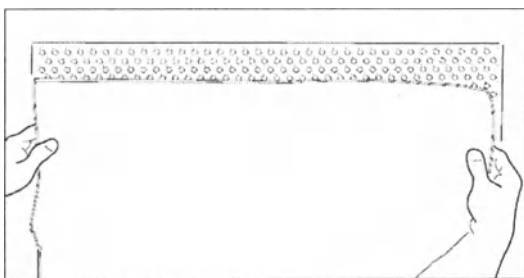

Рис.4.4 Равномерное распределение фильтра
3. Новый фильтр равномерно распределить в каркасе сервисной панели (рис. 4.4.)